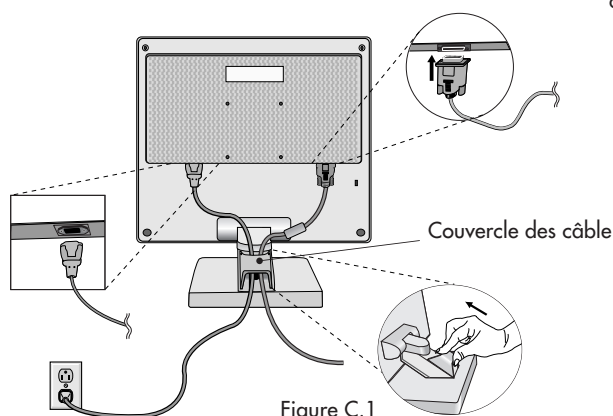

Figure C.1
4. Branchez le mini-connecteur D-SUB à 15 broches de câble vidéo aux connecteurs appropriés à l'arrière du moniteur (**Figure C.1**).
5. Connectez une extrémité du câble d'alimentation sur l'adaptateur AC et l'autre extrémité sur la prise de secteur. Le signal de vidéo d'endroit câble et power du cordon sous étui câble (**Figure C.1**). Remplace connecteur étui et étui câble.